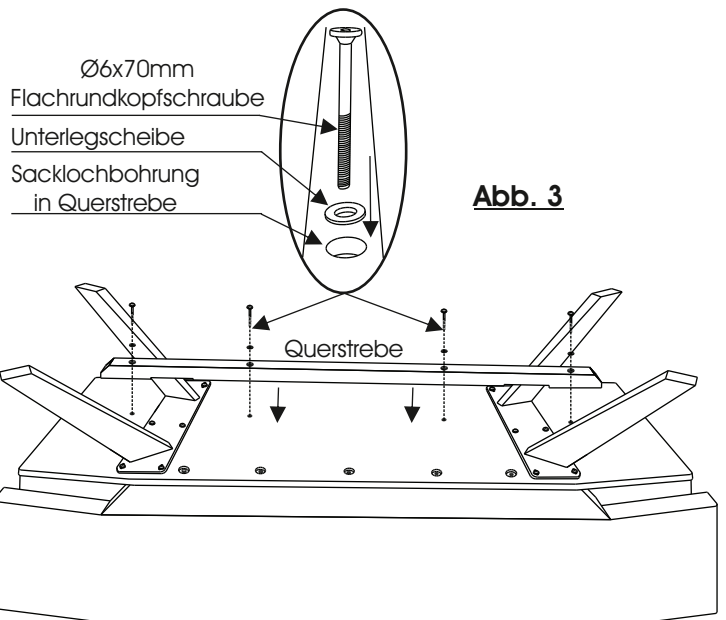

Abb. 3
- Zur Verstärkung der Bank wird nun eine Querstrebe verschraubt. Positionieren Sie die Strebe entsprechend Abbildung 3 und verschrauben Sie diese mit vier $\text{\O}6 \times 70 \text{mm}$ Flachrundkopfschraube sowie je einer Unterlegscheibe. (Abb. 3)